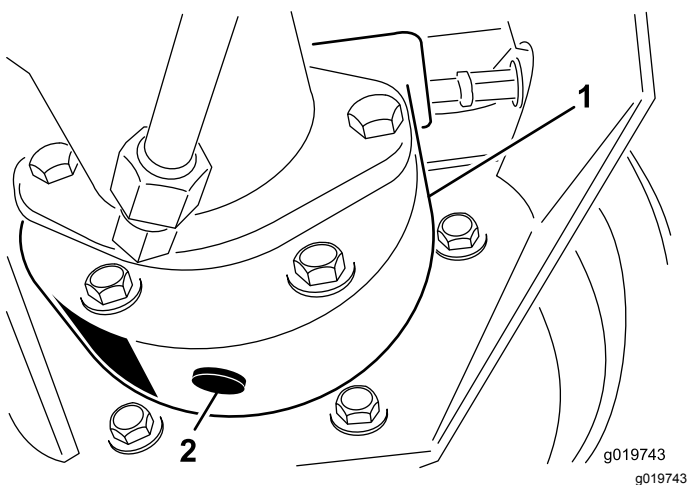

Figura 82
3. Coloque o recipiente de escoamento por baixo da estrutura do travão, retire o tampão e deixe o óleo escorrer para o recipiente (Figura 82).